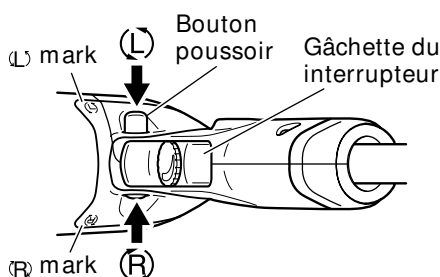

Fig. 5
8. Vérification du sens de rotation (Fig. 5)